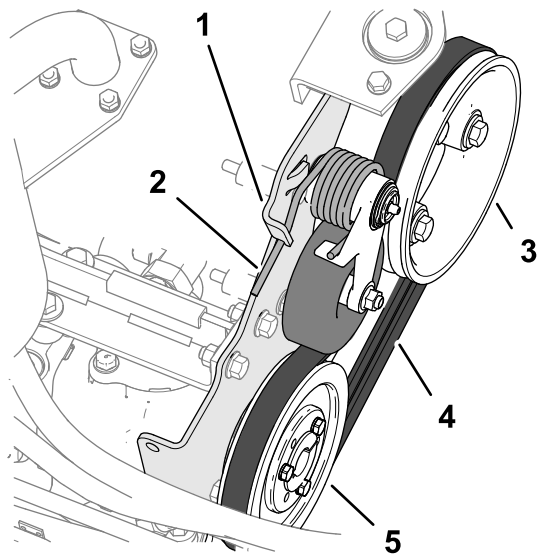

Рисунок 85
2. Потяните вниз за конец пружины натяжения ремня и выведите его из выемки в выступе крепления насоса, затем отведите конец пружины вперед (Рисунок 85).